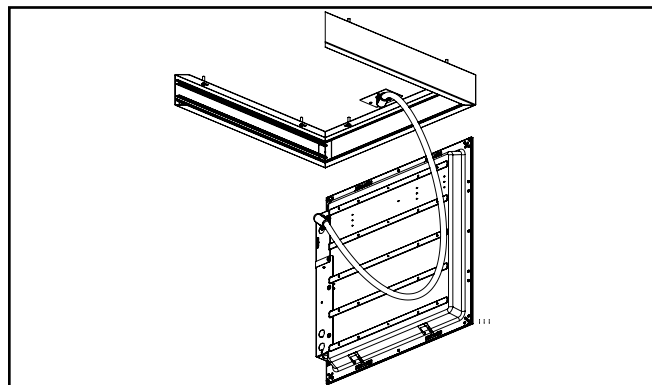

Figure 7.
- A7. Utilisez le conduit métallique flexible avec des raccords de conduit de 90° pour amener le conducteur d'alimentation dans le compartiment de câblage situé à l'arrière du luminaire. Raccordez conformément aux instructions fournies avec le luminaire. (Figure 7.)